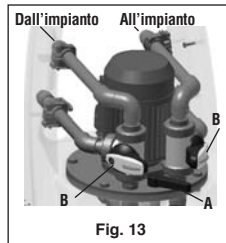

Fig. 13
2. **Riempimento impianto:** aprire il rubinetto di troppo pieno e quello di immissione acqua "entrata acqua pulita". Posizionare la leva di inversione flusso (A) e le due valvole a tre vie (B) come indicato nelle figure 13 e 14.